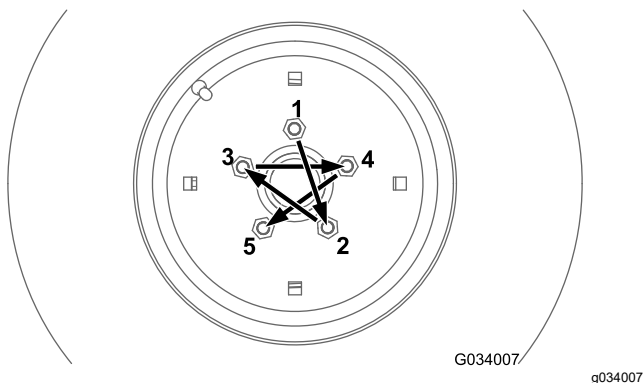
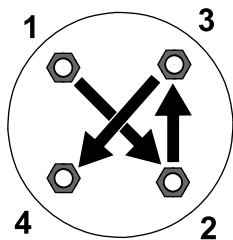

Figura 69
Figura 70
Apriete las tuercas de las ruedas delanteras y traseras (máquinas con tracción a 4 ruedas solamente) al par especificado usando el patrón ilustrado en la Figura 69 y la Figura 70.
- Ruedas delanteras: consulte Figura 69
- Ruedas traseras (máquinas con tracción a 4 ruedas solamente): consulte Figura 70